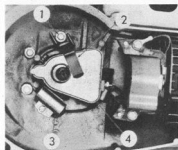

Fig. 23
7. Ta bort hållarfjäderens fästskruv (fig. 23), fjädern, brytarboxlocket och lockpackningen.